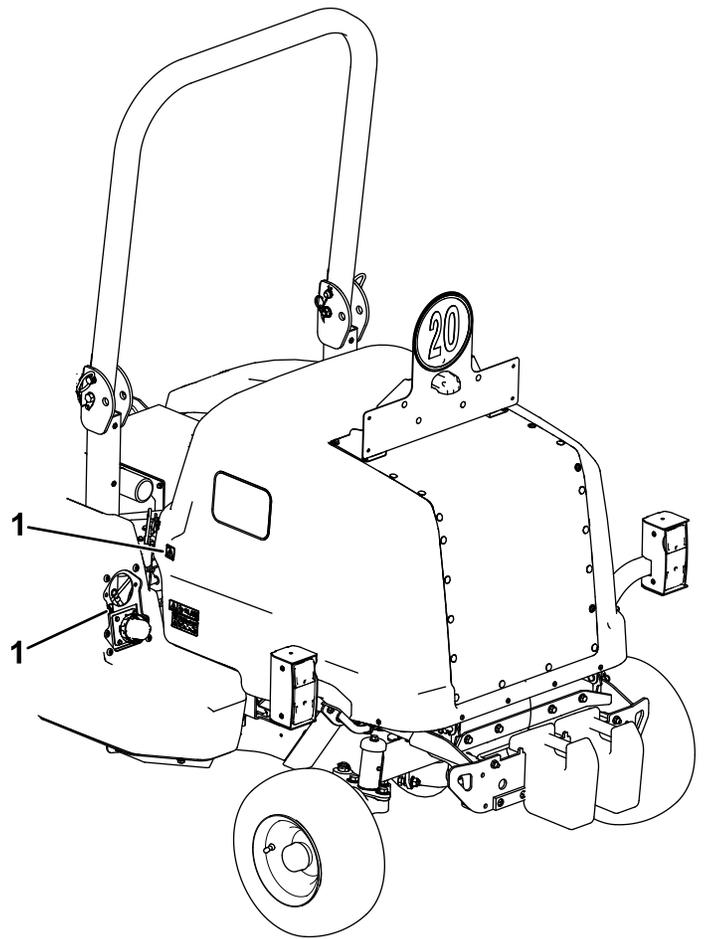

**Bild 40**
- Schneideinheitmotoren (Bild 40)
- Abdeckung der Schneidwerksteuerung (Bild 40)